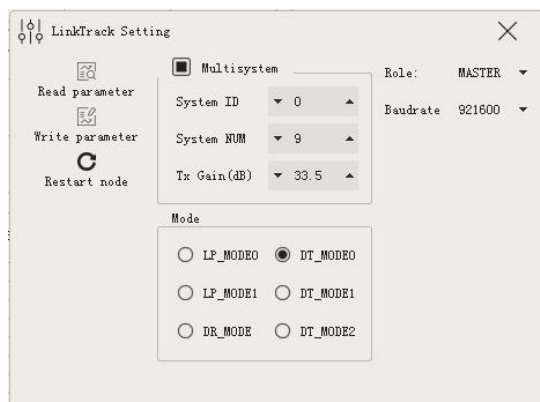
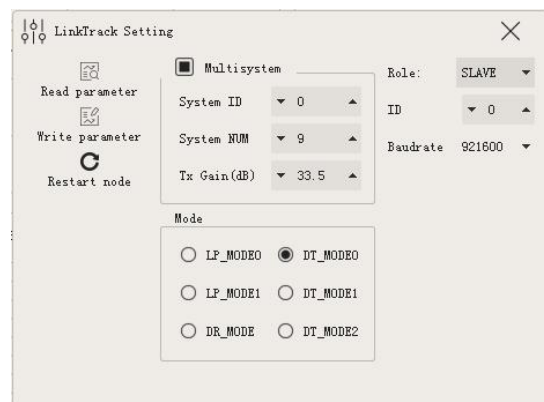
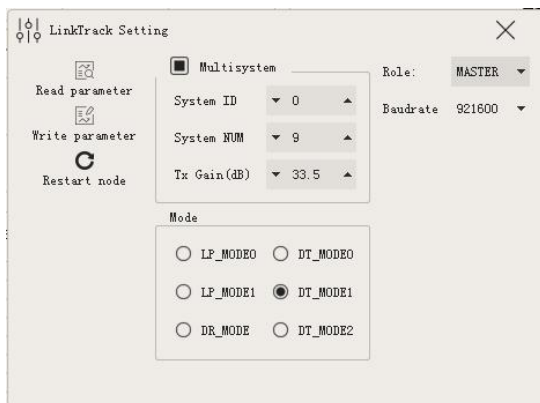

图 24: DT\_MODE0 下 M 配置图
图 25: DT\_MODE0 下 S0 配置图
图 26: DT\_MODE1 下 M 配置图
1. 准备 5 个 LT 节点，通过 NAssistant 配置一个节点为 1 个 Master，简记为 M；配置另外 4 个节点为 Slave，ID 为 S0~S3。图 24 为 M 的配置，图 25 为 S0 的配置，其他 Slave 的 ID 需要对应，其他参数一般与 S0 一致。
1. 准备 2 个 LT 节点，通过 NAssistant 配置一个节点为 1 个 Master，简记为 M；配置另外 1 个节点为 Slave，简记为 S。图 26 为 M 的配置，图 25 为 S 的配置。